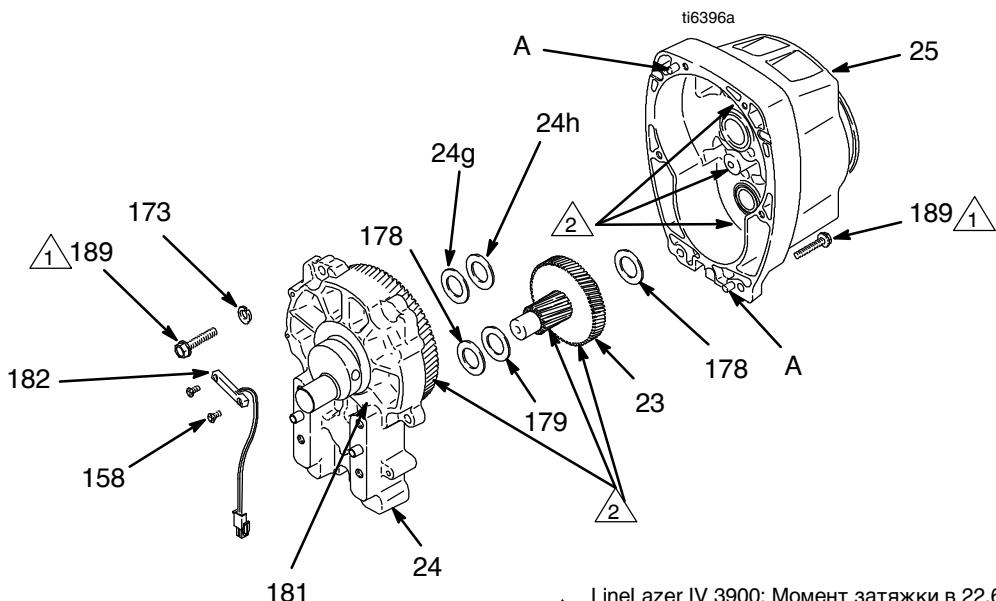

Рис. 3
- См. Рис. 3. Снимите корпус подшипника. Выполните операции, описанные в разделе **Корпус подшипника и шатун** на стр. 10.
- Выкрутите два винта (158) и снимите геркон (182).
- Выкрутите шесть винтов (189) из корпуса шестерни (25).
- Легкими ударами молотка по окружности корпуса привода (24) отделите его. Извлеките корпус привода непосредственно из корпуса шестерни. Будьте готовы подхватить блок шестерен (23), который также может отделиться.
- Обильно набейте подшипниковой смазкой (поставляемой с запасным блоком шестерен) блок шестерен (23) и зоны, указанные в примечании 2.
- Наденьте шайбу бронзового цвета (24g) на вал, выступающий из большого вала корпуса привода (24). Наденьте шайбу серебристого цвета (24h) на корпус шестерни. Очистите сопряженные поверхности корпусов шестерни и привода. Совместите шестерни, затем надвиньте корпус нового привода непосредственно на корпус шестерни с установочными штифтами (B).
- Вкрутите шесть винтов (189). Попеременно затяните их в соответствии с примечанием 1 к Рис. 3.
- Установите геркон (182) с помощью двух винтов (158).